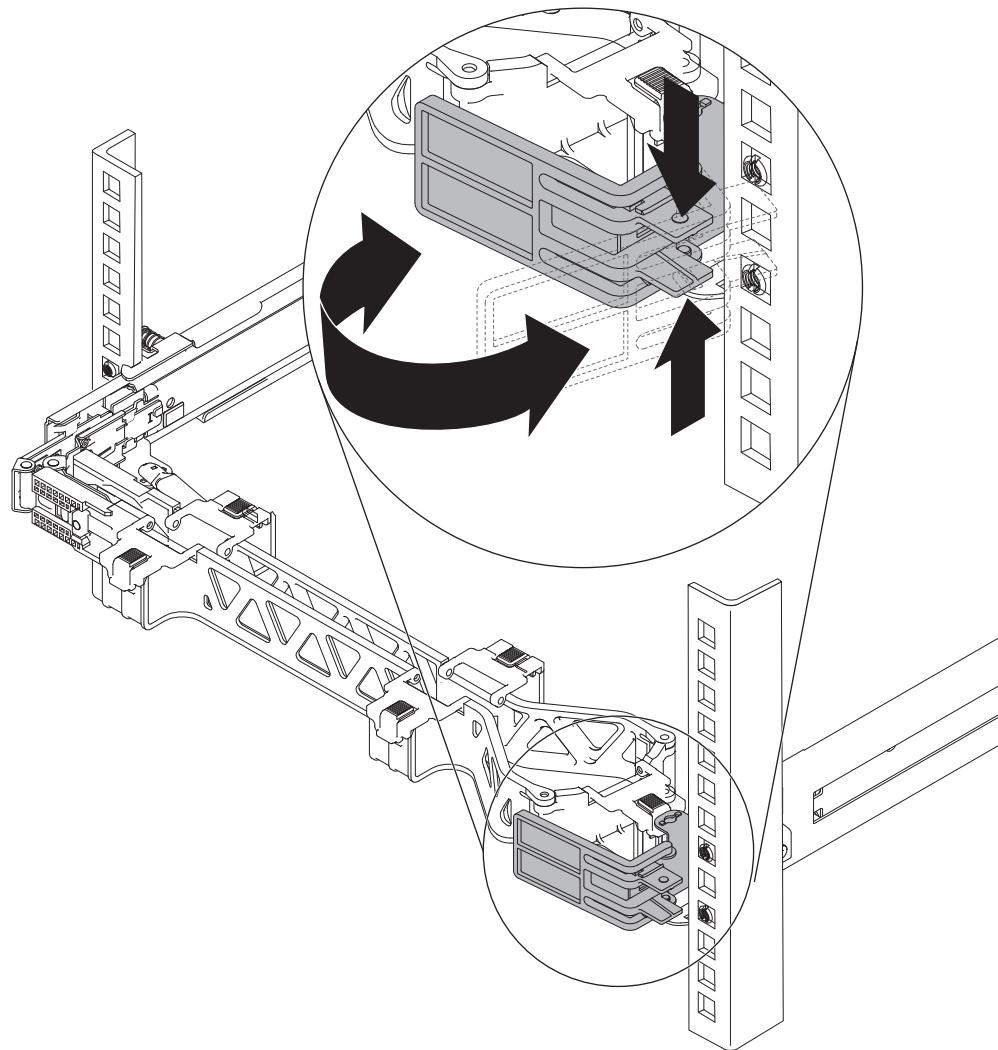

図37. 停止金具を閉じる
7. 52 ページの図 37 に示されているように、停止金具を閉じます。